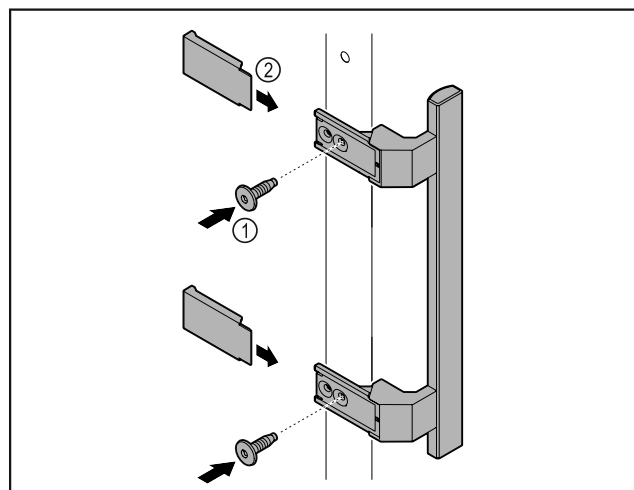

Fig. 9
- ▶ Colocar en la puerta el tirador del kit de accesorios con los tornillos incluidos Fig. 9 (1).
- ▶ Colocar las cubiertas Fig. 9 (2).